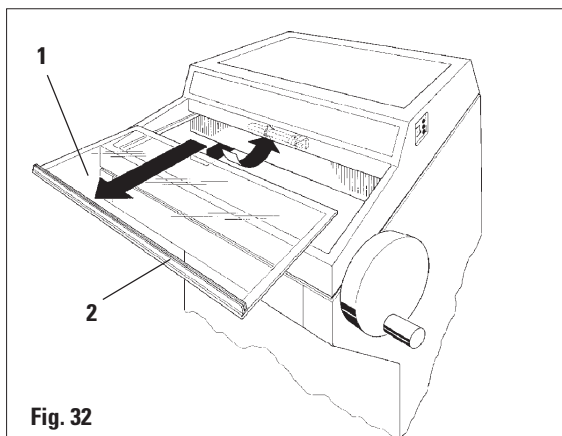

Fig. 32
- La fenêtre à guillotine étant fermée, prenez-la par la poignée, soulevez-la légèrement et tirez-la vers l'avant (fig. 32) – voir la section « 8.5 Remplacement du tube fluorescent ».
- Desserrez les vis (3) avec une clé pour vis à six pans creux (4 mm).